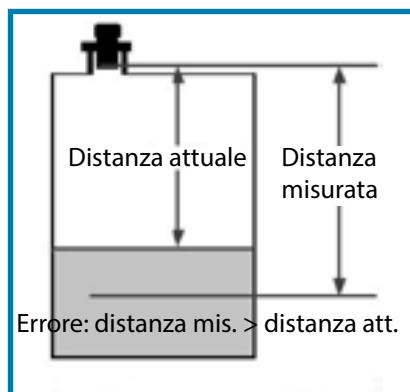

Fig.1
1. Selezionare prima l'algoritmo "Maximum Confirmation" (impostazione predefinita). Se la misura è corretta, non modificare l'algoritmo. Se la distanza misurata è maggiore di quella attuale (v. fig.1), modificare l'algoritmo in "First Wave" e quindi eseguire la misura.